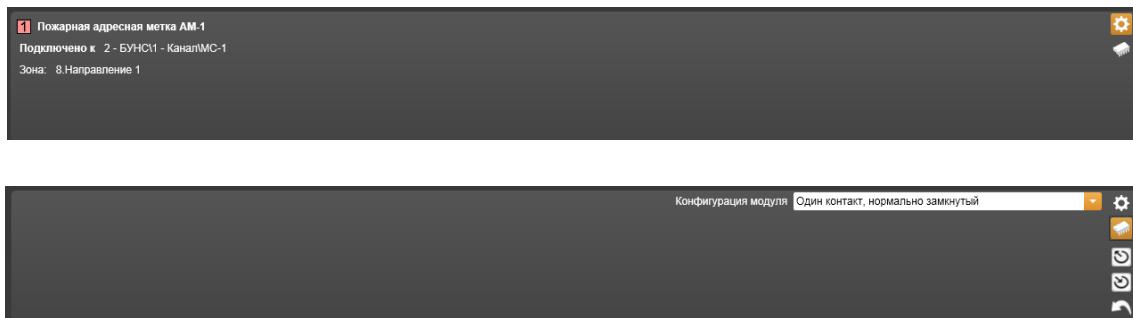

Рисунок 14.3.62 – Свойства Пожарной адресной метки АМ-1 (АМ-1П)
23) Пожарная адресная метка АМ-1 (АМ-1П) (Рисунок 14.3.62).
- – **Параметры по умолчанию** – значок, при щелчке на котором происходит считывание параметров из памяти компьютера в таблицу параметров текущей закладки (Нижний рисунок 14.3.62).